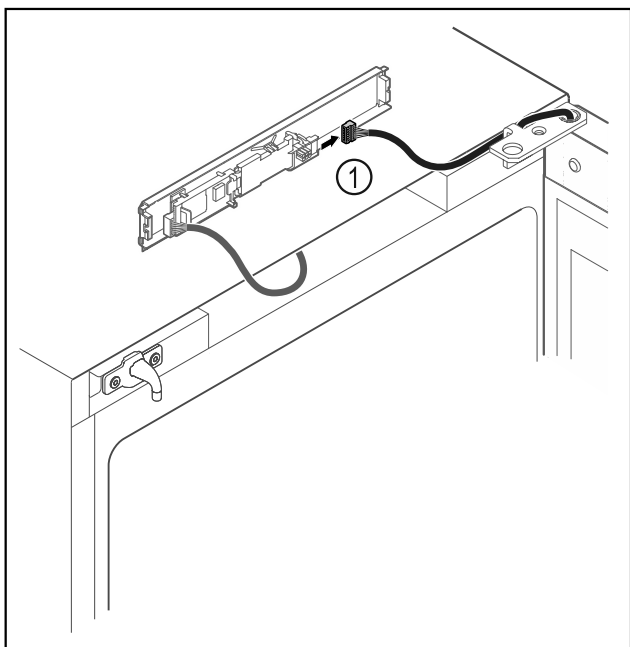

Fig. 13
- Trekk ut pluggen Fig. 13 (1) fra kretskortet.